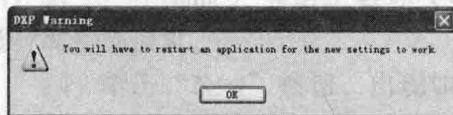

图 1.11 提示启用新的设置
(4) 单击“OK”按钮，系统弹出如图 1.11 所示的提示框。